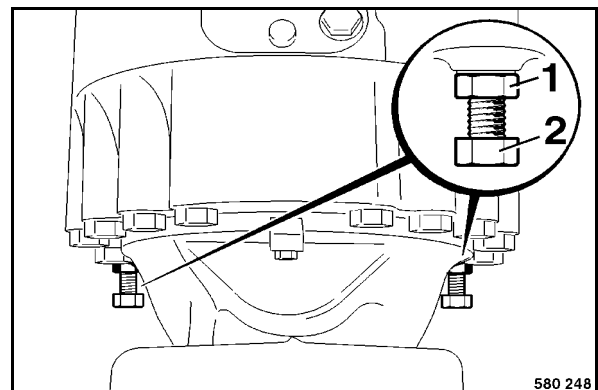

fig. 110
- Pour desserrer les freins, dévisser le contre-écrou 1 (fig. 110) d'env. 8 mm.
- Visser les vis de desserrage du frein (2) jusqu'en butée.